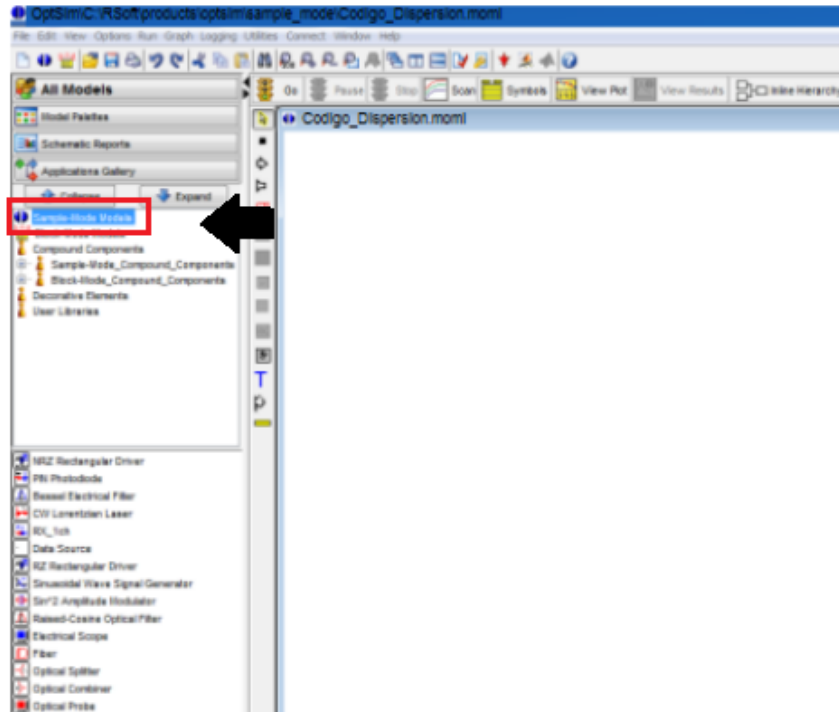

Figura 7. Escenario de Simulación Optisim, elección Sample Mode Models.
7. Posterior a la creación del archivo en CCM Designer, se regresa al escenario de simulación que se tiene en el numeral 1. En la sección izquierda de la ventana, se selecciona sample mode models, donde se despliegan ciertas opciones, como se observa en la figura 7.